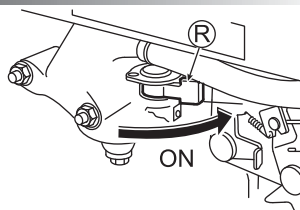

Fig. 10
- 2 Coloque a válvula de combustível (R) em "ON" (EM). (Veja a fig. 10)